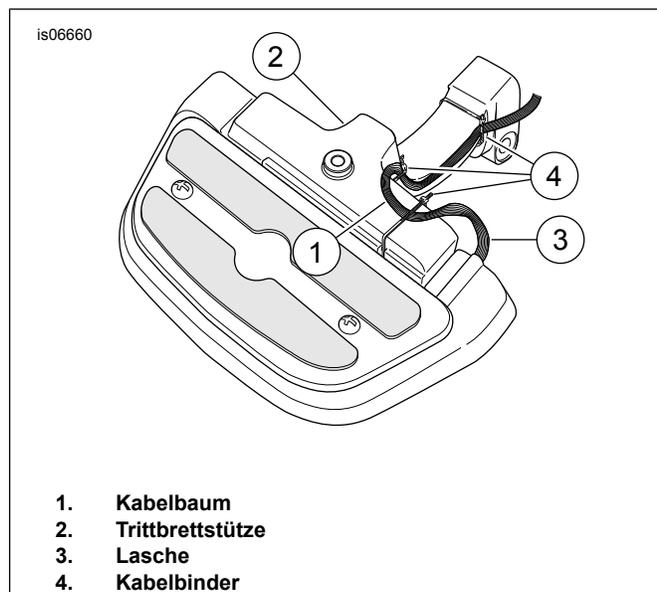

Abbildung 6. Kabelbaumverlegung - Modelle bis 1992 und Trittbretter aus dem Zubehörprogramm:
- a. **Modelle bis 1992 und Trittbretter aus dem Zubehörprogramm:** Siehe Abbildung 6. Den Kabelbaum (1) wie abgebildet entlang der Unterseite und der Seite der Trittbrettstützen (2) verlegen. Eine kleine Bewegungsschleife (3) in den Kabelbäumen lassen, damit beim Einklappen der Trittbretter kein Zug auf den Kabeln entsteht. Den Kabelbaum mit Kabelbindern (4) an der Trittbrettstütze befestigen.